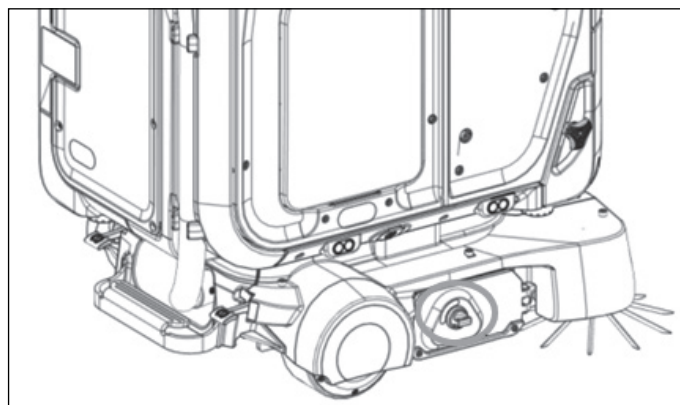

Figure 70
1. Situé à droite du robot, tournez le bouton dans le sens inverse des aiguilles d'une montre pour ouvrir la porte de la brosse (Fig. 70).